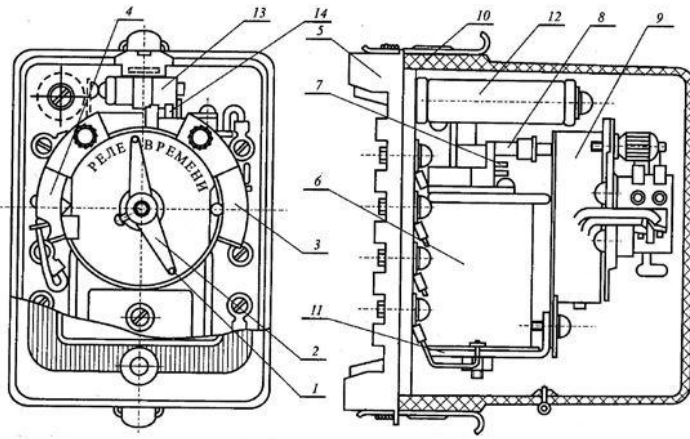

Рис. 1. Реле времени.
1. Назовите элемент 1, изображённый на рис. 1.
6. Назовите элемент 5, изображённый на рис. 1.
7. Назовите элемент 10, изображённый на рис. 1.
9. Назовите элемент 14, изображённый на рис. 1.